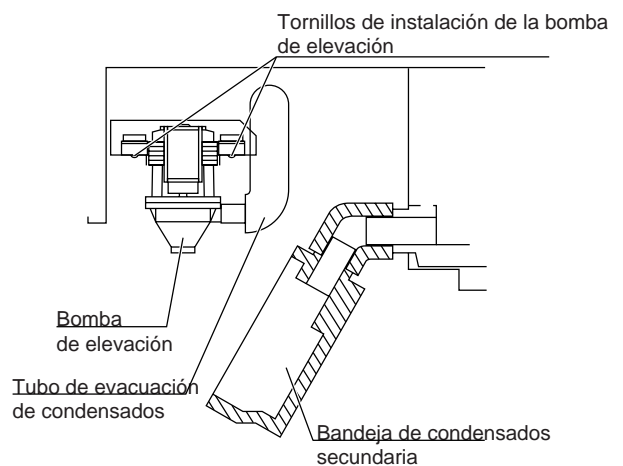

Fig. 3-16
3. Vacíe el agua que pudiera haber y limpie la bandeja de condensados secundaria inclinándola hacia abajo. Para quitar la bomba de elevación, retire sus 4 tornillos de fijación, el tubo flexible evacuación y el cableado. (Fig. 3-16)